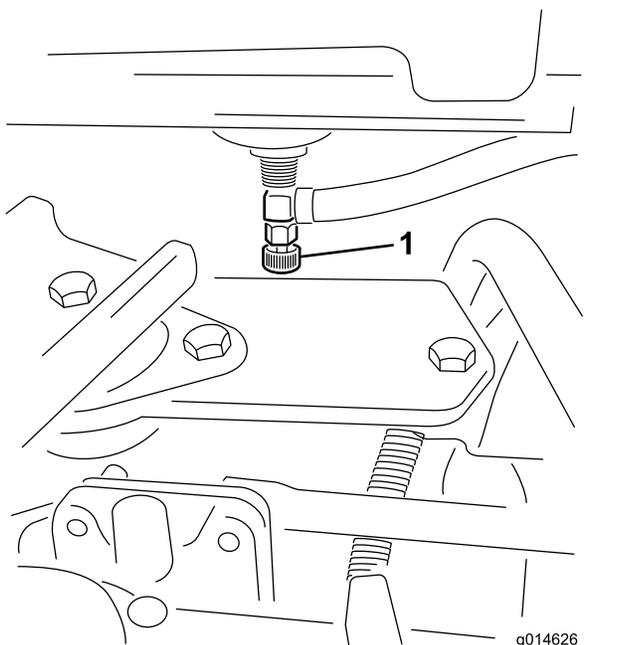

Figura 48
1. Feche a válvula de bloqueio do combustível (Figura 48) por baixo do depósito de combustível.